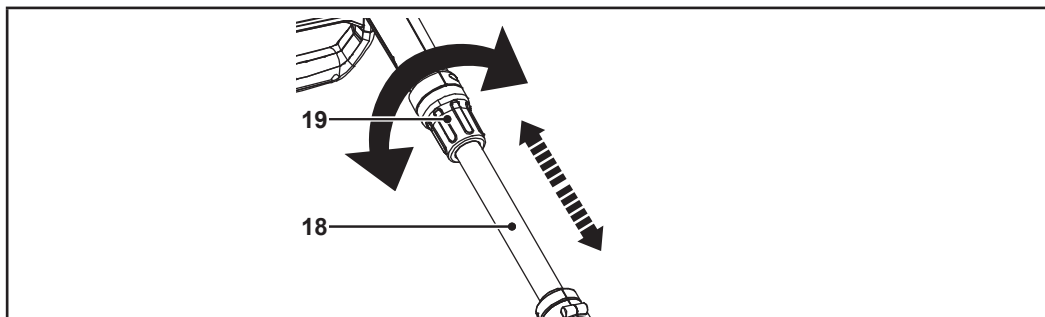

Fig. 5
1. Slăbește elementul de blocare a tijei extensibile (19) (fig. 5).
2. Reglează tija extensibilă (18) (fig. 5).
3. Strânge elementul de blocare a tijei (19) (fig. 5).
4. Asigură-te că tija extensibilă (18) este blocată.